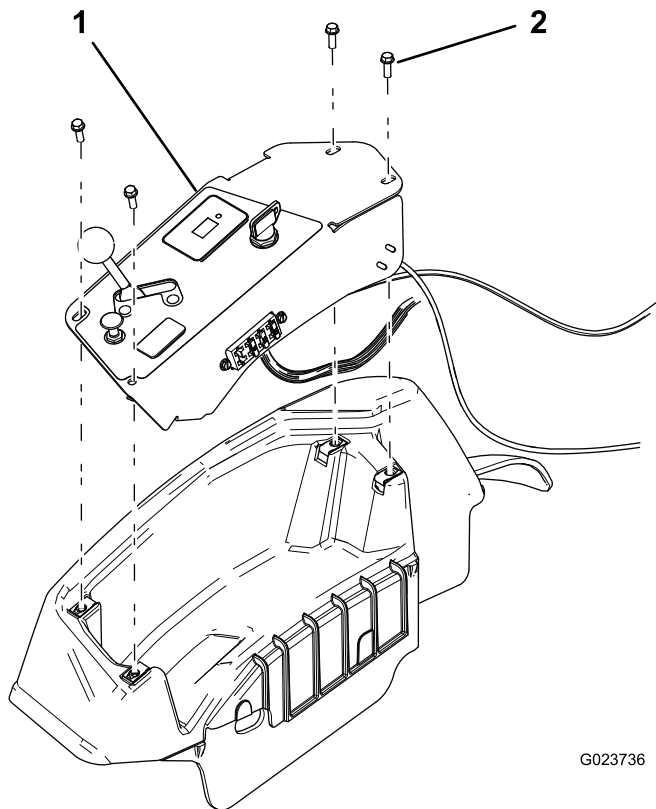

Figura 33
1. Retire el panel de control (Figura 33).